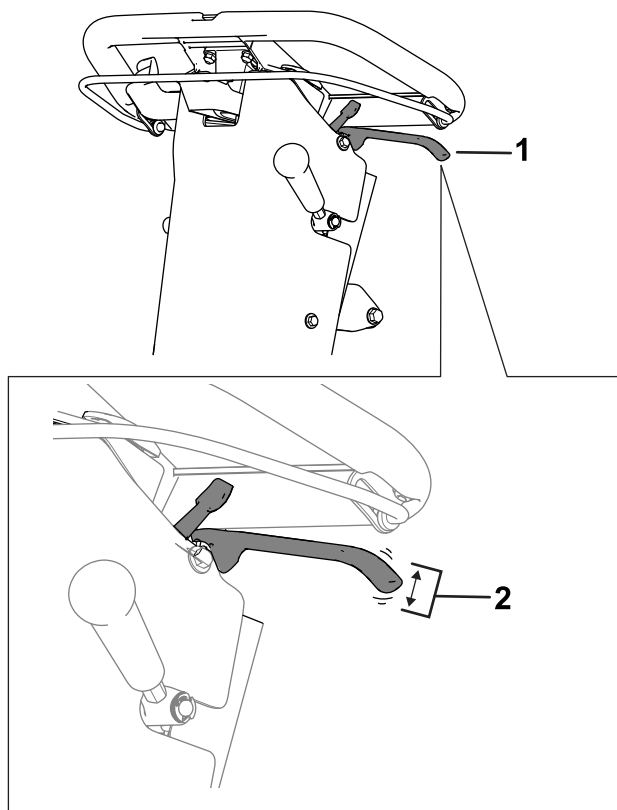

Figure 32
2. Mesurez le jeu au bout de la poignée du frein de stationnement (Figure 32).